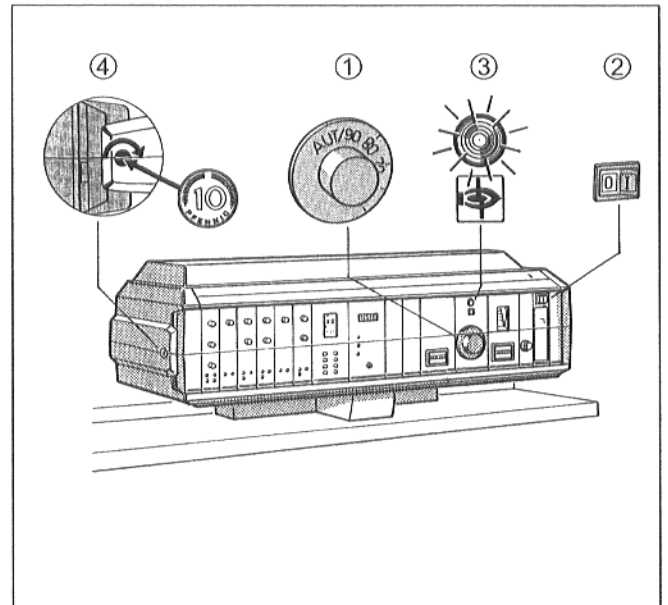

Рис. 1 HS 3320
- Шлиц винта ④ прозрачной крышки устройства регулирования установить в горизонтальное положение (например, с помощью монеты - Рис. 1).
- Снять прозрачную крышку, подав ее по направлению вперед (Рис. 1).
- Задействовать переключатель "Работа" ② установив его в положение I (ВКЛ).
- Настроить регулятор температуры воды подающей линии котла ① на желаемое значение температуры. В случае устройства регулирования "Ecomatic" настройка регулятора температуры воды подающей линии котла осуществляется изготовителем.
- Установить обратно прозрачную крышку (Рис. 1).
- Шлиц винта ④ справа и слева на прозрачной крышке устройства регулирования перевести в горизонтальное положение (для этого использовать, например, монету - Рис. 1).
- Снять прозрачную крышку, подав ее вперед (Рис. 1).
- Установить переключатель "Работа" ② в положение 0 (ВЫКЛ).